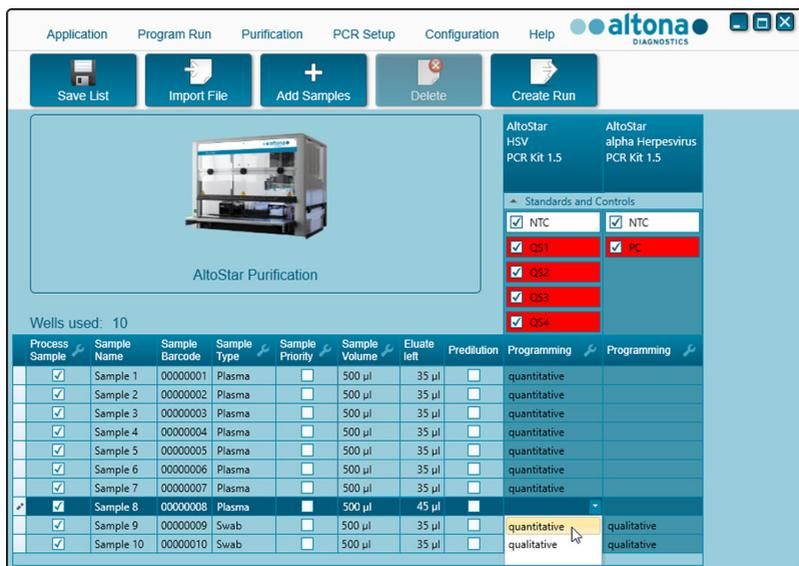

Figura 7: Pantalla de programación: asignación de ensayos PCR
11. Asigne el ensayo del kit AltoStar® HSV PCR Kit 1.5 a muestras específicas haciendo clic en la celda que esté en la fila de la muestra respectiva y en la columna del kit **AltoStar® HSV PCR Kit 1.5** (consulte la Figura 7).
- Por encima de la tabla en la pantalla de programación (consulte la Figura 7), aparece **Wells used** (pocillos utilizados), que muestra el número de pocillos de AltoStar® Processing Plate (placa de procesamiento) necesarios para procesar las muestras marcadas actualmente en la columna **Process Sample** (muestra de proceso).